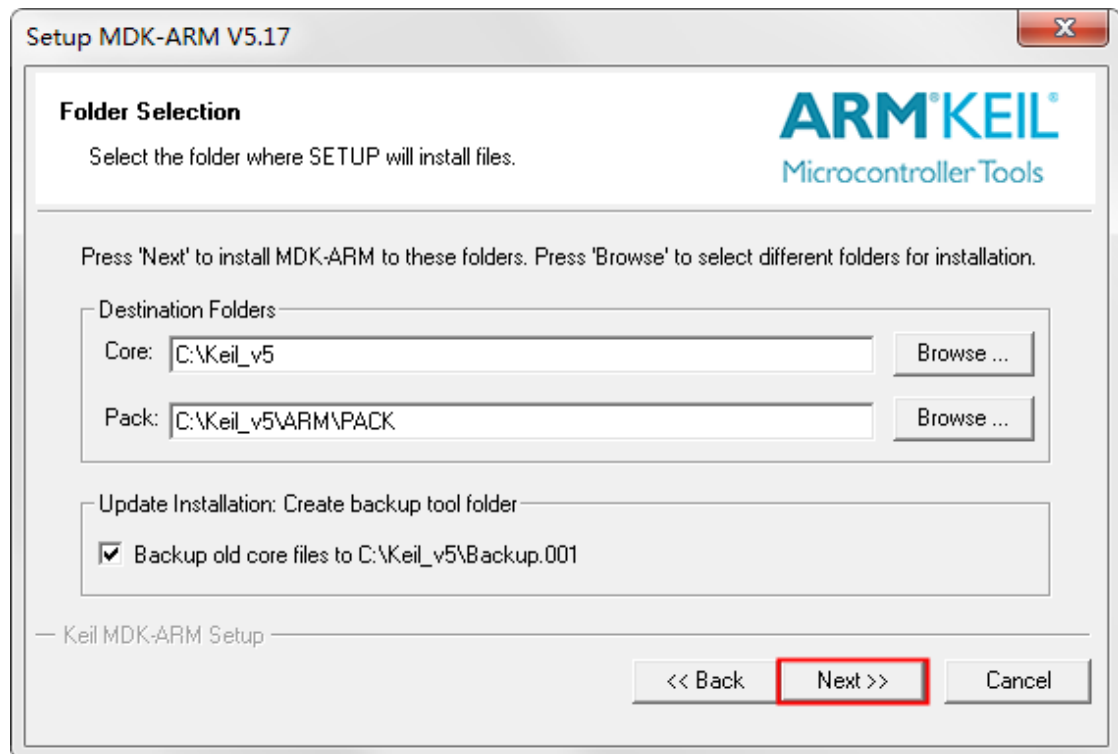

图 2.7 MDK-ARM 选择安装目录
(3) 选择安装路径为默认安装路径（推荐使用默认安装路径，确有特殊需要可点击【Browse】选择其它安装路径），如图 2.7 所示。